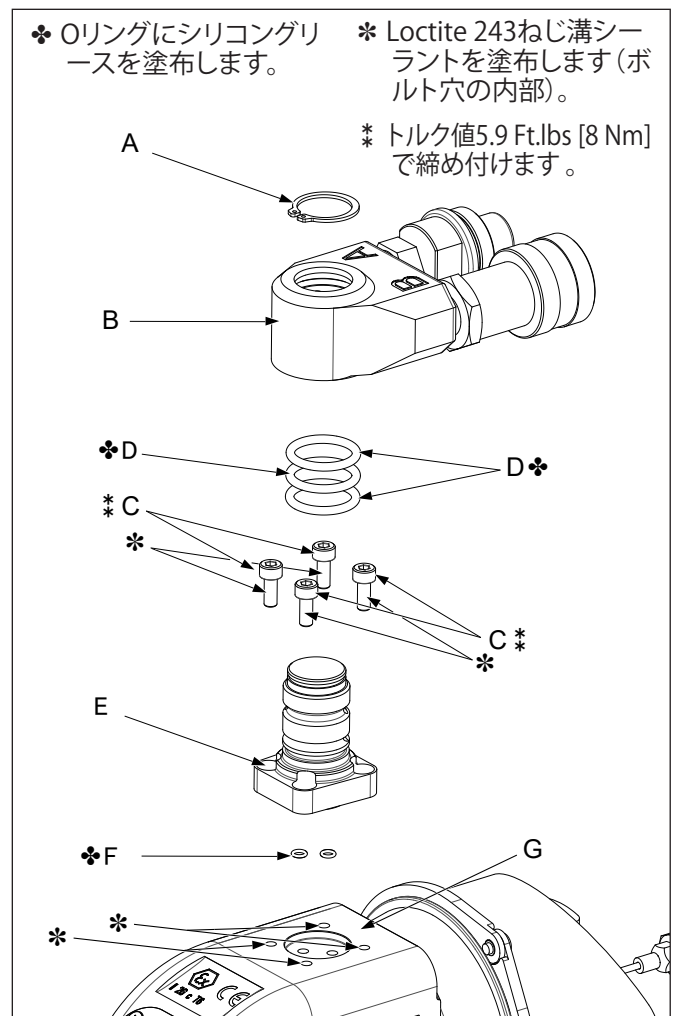

図11: スイベルポストとスイベルアセンブリ
スイベルポストとスイベルアセンブリアタッチメントの分解 (図11、12)
1. 少量のLoctite 243ねじ溝シーラントをレンチハウジングのねじ取り付け穴に塗布します。位置については図11を参照してください。
2. 新品のOリング (F) 2枚をスイベルポスト (E) のベース部分のポートに取り付けます。
3. 油圧ポートの位置が合うように注意しながら、スイベルポスト (E) をレンチ (G) に置きます。Oリング (F) が落下したり、挟まったり、切断されたりしないように注意してください。
4. 脱脂したソケットヘッドキャップねじ (D) を取り付け、3.7 Ft.lbs [5.1 Nm] で締め付けます。